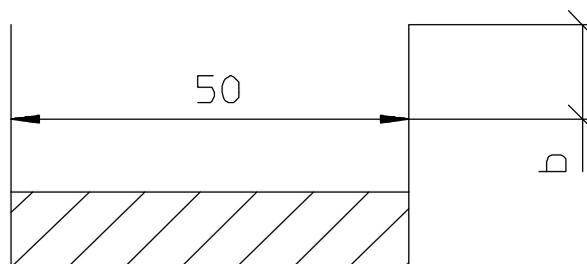

Abbildung 7.19: Abstand zwischen dem Ende der Maßhilfslinie und der Maßlinie
2. Eingabe von Abstand b, siehe Abbildung 7.19.